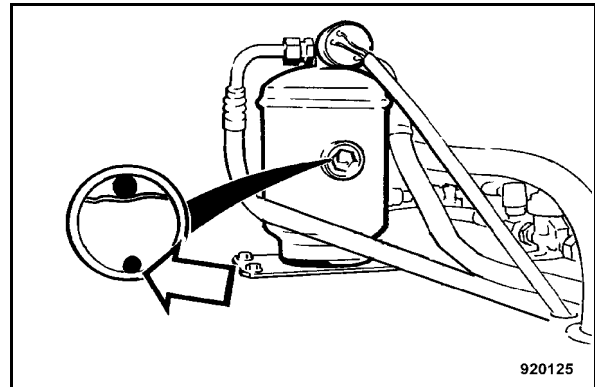

fig. 149
- Vérifier les perles d'humidité (fig. 149) dans le regard du dessiccateur.